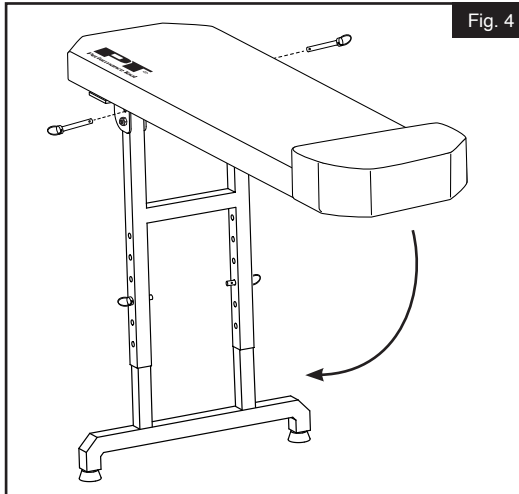

Fig. 4
4. Cuando esté listo para utilizar el rastrero, despliegue el conjunto de la base de las patas 90°, e inserte los dos pasadores Linch restantes en los orificios de la placa base del conjunto del rastrero. (Fig. 4).